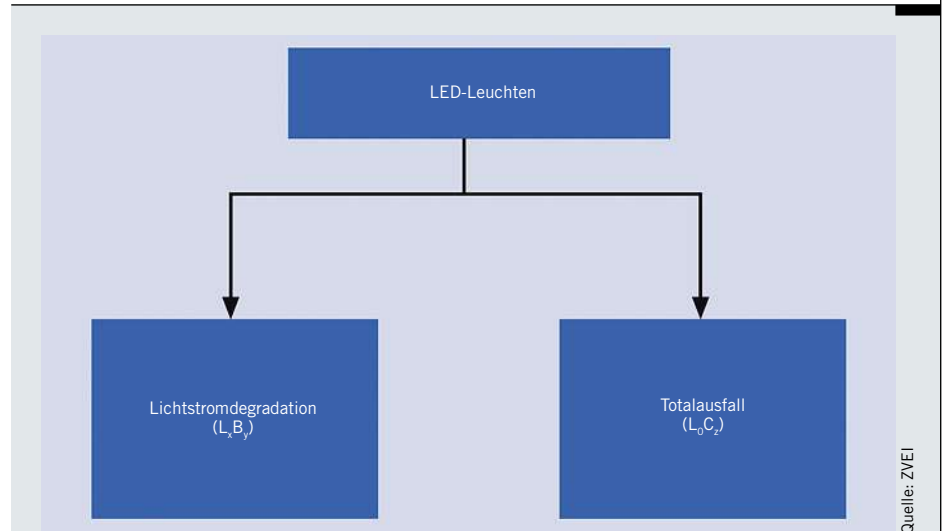

Bild 2: Lebensdauerkriterien Degradation und Totalausfall auf Basis der aktuellen IEC-Normentwürfe
- durch das Unterschreiten eines zuvor festgelegten Mindestlichtstroms (**Bild 2**).
Manche Anbieter spezifizieren die Lebensdauerangaben noch genauer und geben einen oder zwei zusätzliche Parameter an (siehe Bild 2). Bei der Lichtstromdegradation ist das der Lichtstromrückgang B_y . So bedeutet z. B. die Angabe L70B50: Lichtstromrückgang auf 70%, wobei 50% der Leuchten den Lichtstromwert unterschreiten. Manche Anbieter geben den strengeren Wert B10 an, d. h., nur 10% der Leuchten unterschreiten den vorgegebenen Lichtstromwert. Eine LED-Leuchte mit z. B. L70B10 = 50000h (10% liegen unterhalb des Lichtstromwerts) erreicht ein L70B50 von ca. 67000h (50% liegen unterhalb des Lichtstromwerts).